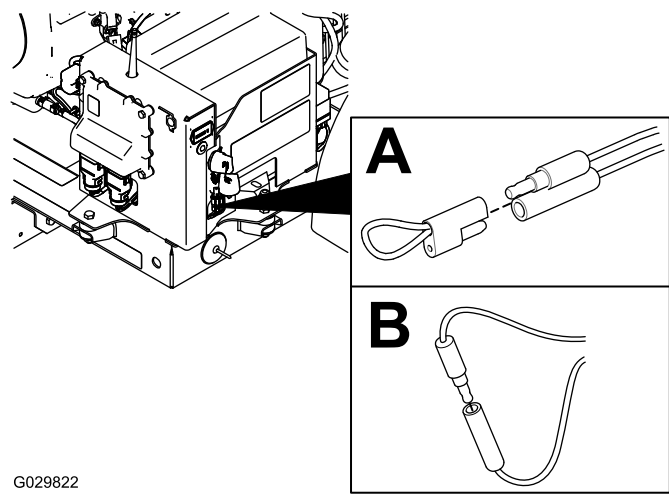

Figura 37
2. Tirate via il cappuccio fisso dei 2 connettori di derivazione di diagnostica (Figura 37 A).
3. Collegate i connettori di derivazione di diagnostica tra loro (Figura 37 B).